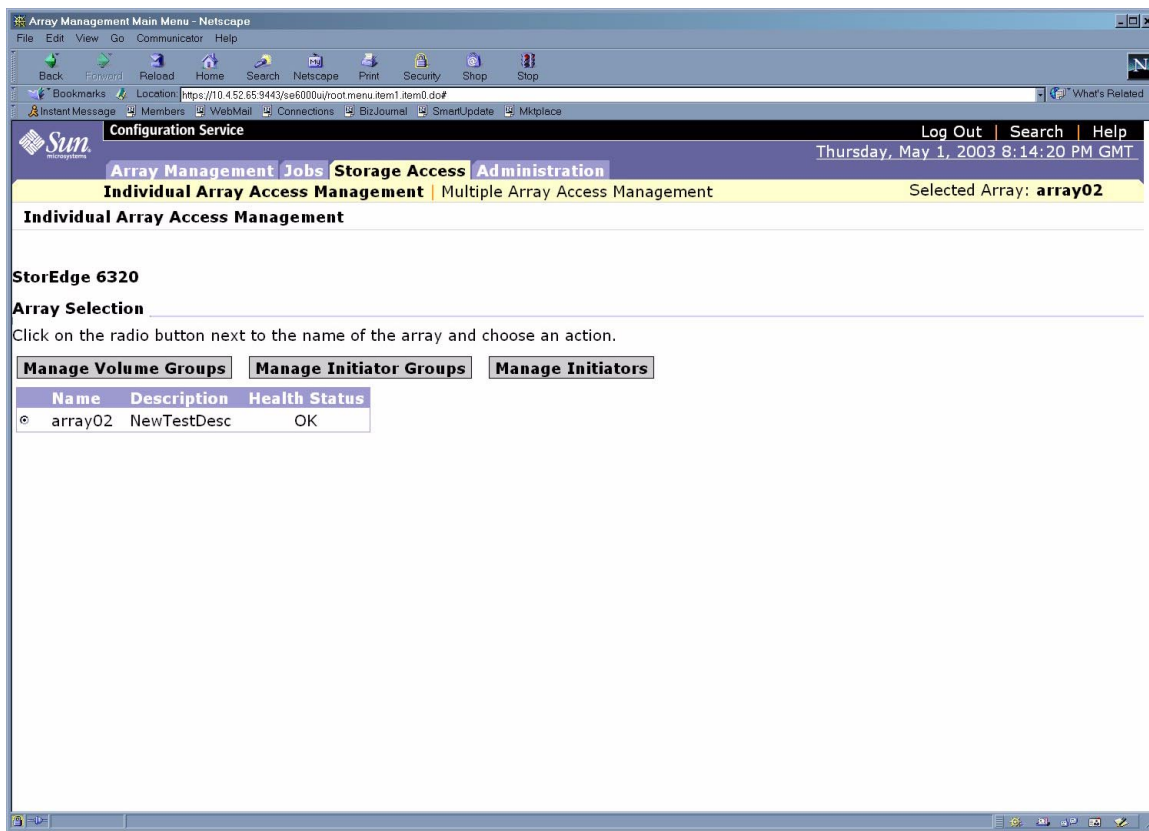

図 6-26 「ストレージアクセス - イニシエータグループの管理」 ページ
5. 「ストレージアクセス」タブをクリックします。図 6-26 に示すような「ストレージアクセス」ページが表示されます。